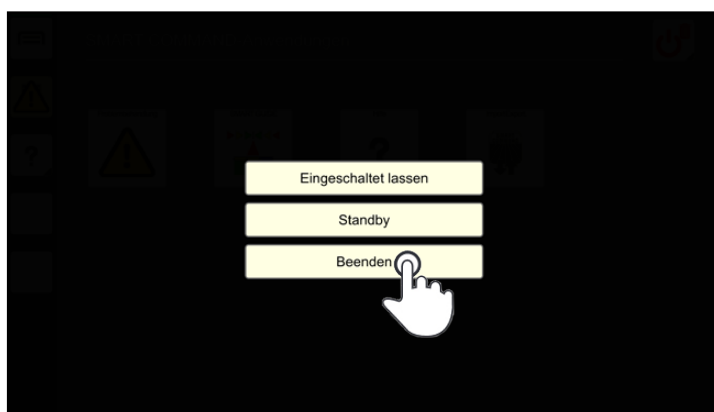

Abb. 99: SMART COMMAND beenden
3. Tippen Sie auf „Beenden“ (siehe Abb. 99).